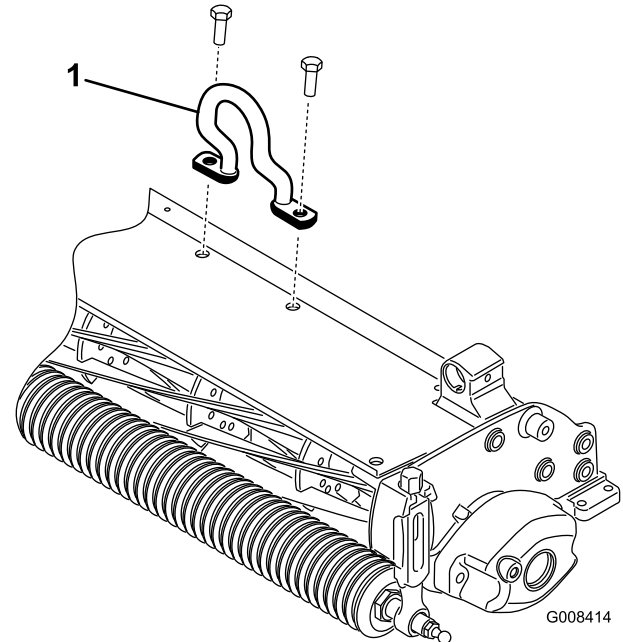

Bild 12
2. Befestigen Sie den Versatzhubhaken (Bild 12) mit zwei Schrauben (M10–1,5) oben am Mähwerk. Ziehen Sie die Schrauben auf 34-41 Nm fest. Der Haken des Versatzhubhakens sollte noch vorne zeigen.